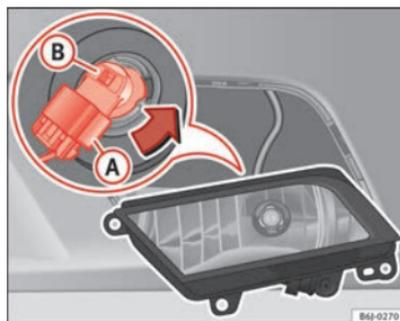

Fig. 168 Faro antiniebla
- Extraiga el conector ⇒ fig. 168 **A** de la lámpara.
- Gire el portalámparas ⇒ fig. 168 **B** a la izquierda y tire. ►